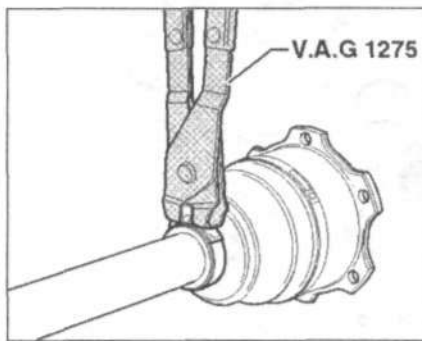

Рис. 9.33. Установите маленький хомут с помощью щипцов.
24. Установите маленький хомут (рис. 9.33).